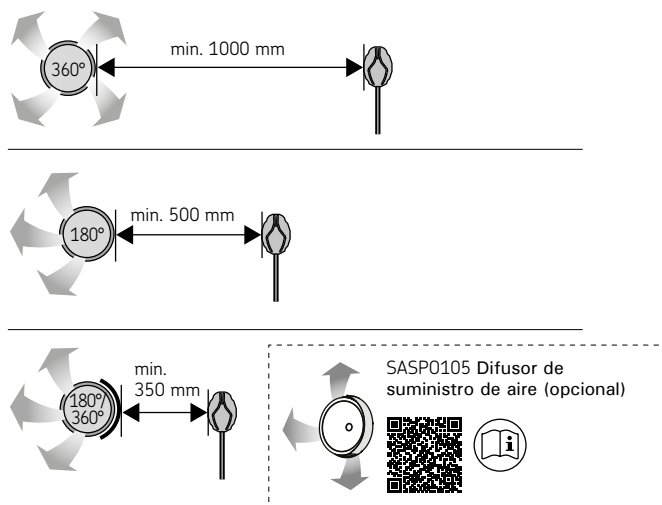

Figura 10. Distancia mínima entre la salida de suministro de aire y el sensor de temperatura.
- **Ventilación mecánica:** La salida de aire de impulsión debe ubicarse en la parte superior de la sauna para que no interfiera en el funcionamiento del sensor de temperatura. (Figura 10. Distancia mínima entre la salida de suministro de aire y el sensor de temperatura.)